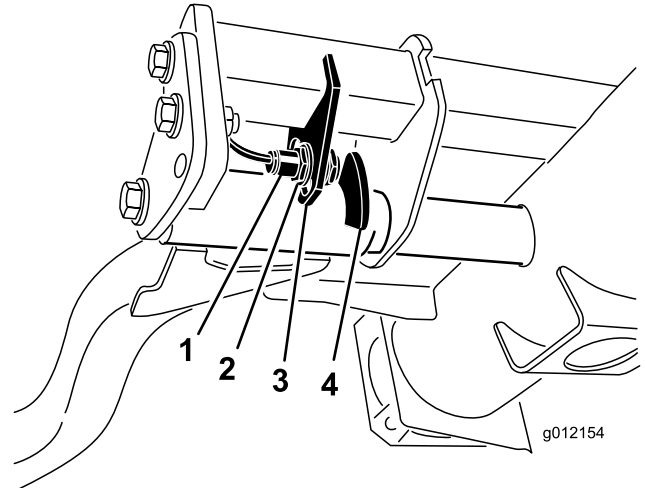

Figura 55
2. El interruptor del brazo de elevación está situado debajo del depósito de aceite hidráulico y detrás del brazo de elevación delantero derecho (Figura 55).
3. Afloje los tornillos de montaje del interruptor y desplace el interruptor hacia abajo para aumentar la altura de giro del brazo de elevación, o hacia arriba para reducir la altura de giro del brazo de elevación (Figura 55).